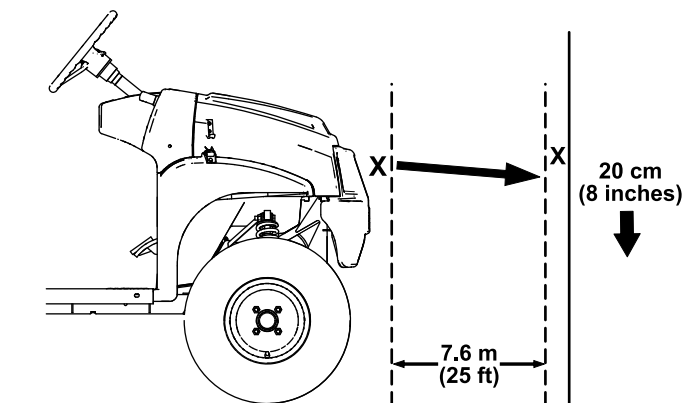

Figura 50
- Estacione a máquina numa superfície nivelada com os faróis a cerca de 7,6 m de uma parede (Figura 50).
A parte mais brilhante do feixe do farol deve estar 20 cm abaixo da marca colocada na parede (Figura 50).